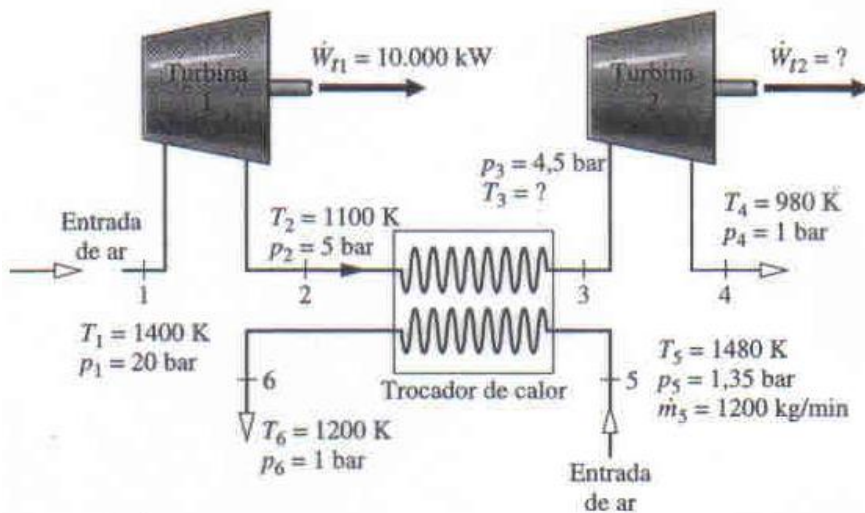

Figura P5.65
5.65 Ar escoava como um gás ideal através do arranjo de turbina e trocador de calor mostrado na Fig. P5.65. Os dados para as duas correntes de escoamento são mostrados na figura. A transferência de calor para a vizinhança pode ser desprezada, assim como todos os efeitos de energia cinética e potencial. Determine T_3 , em K, e a potência de saída da segunda turbina, em kW, em estado estacionário.